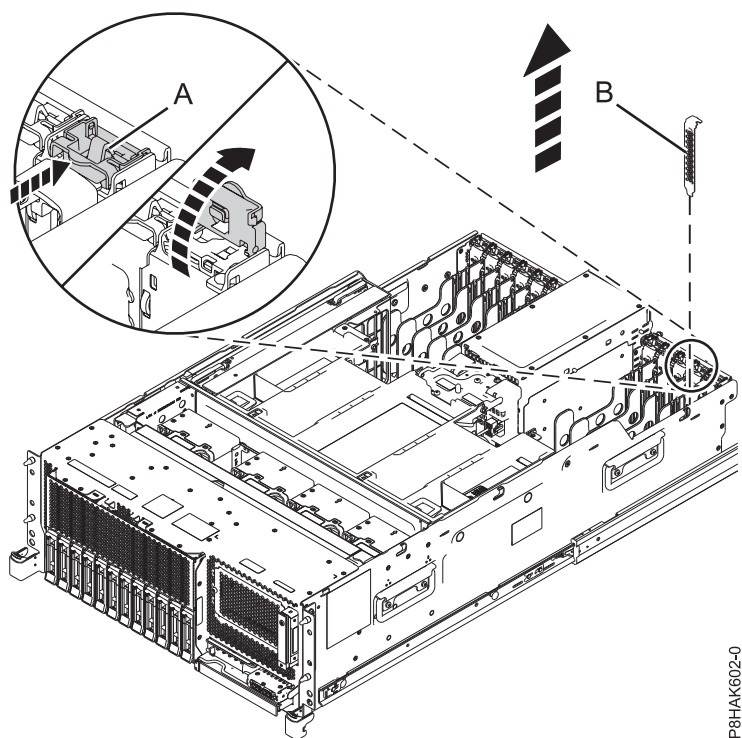
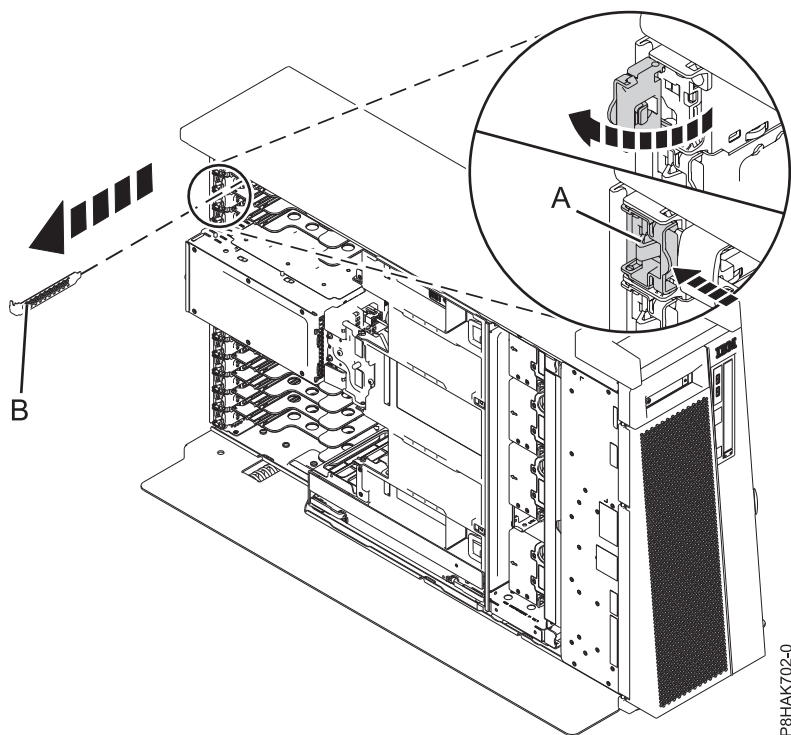

Figura 3. Remover um preenchimento de uma ranhura do adaptador PCIe num sistema montado em bastidor
Figura 4. Remover um preenchimento de uma ranhura do adaptador PCIe num sistema 8286-41A autónomo
3. Se a ranhura alvo contiver um carácter de preenchimento, remova o carácter de preenchimento. Para remover o preenchimento, segure no preenchimento com cuidado pela extremidade superior ou pelo contraponto e remova-o do sistema. Consulte Figura 3 na página 6 para um sistema montado em bastidor e consulte Figura 4 na página 6 para um sistema 8286-41A autónomo.